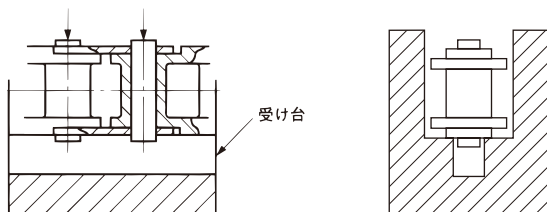

図10. プラコンビを受け台にセットした断面
- 1) チェーンの外プレートを受け台で受け、ピンの頭を専用パンチ(写真参照)で押えて、ハンマでパンチの頭を軽くたたきます(図10、11)。